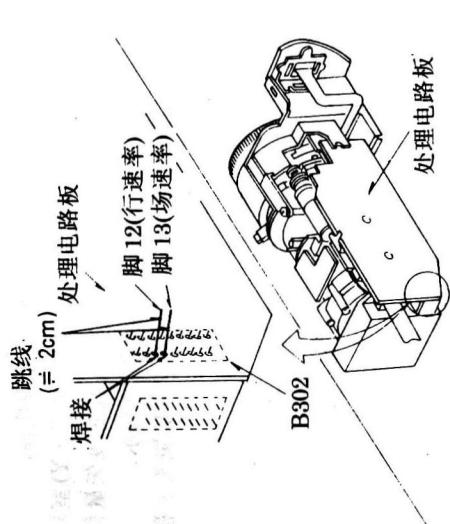

图 43
- ② 为保持摄像部分的清洁，摄像部分的维修工作必须在无尘场地进行；
③ 为了取得最佳调试效果，在调整前应预热摄像部分；
④ 为了触发示波器，将跳线焊至 B302 的行速率脚 12 和场速率脚 13，在调整结束后，断开跳线，如图 43 所示；
⑤ 如果运用测试卡，应保证光源色温为 3200K。